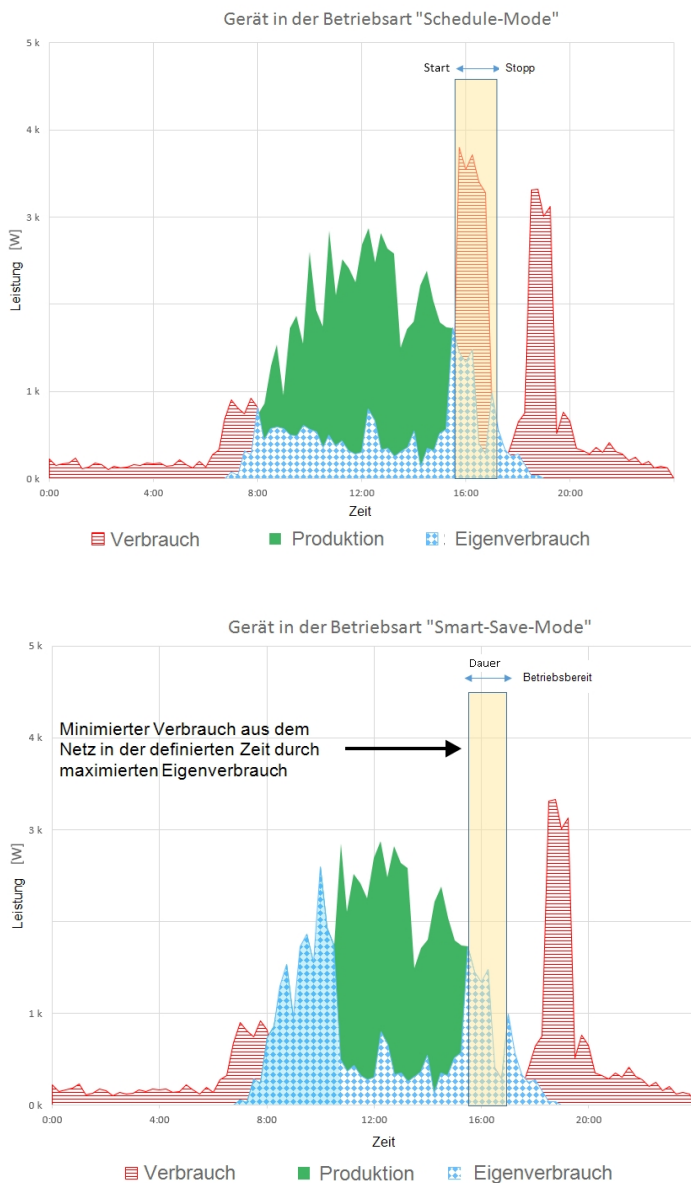

Abbildung 2: Beispiele für den Betrieb des Geräts
Für Beispiele der Betriebsmodi des Geräts siehe *Abbildung 2*.
6. Betätigen Sie die Verbindungs-Taste am Steckdose (siehe *Abbildung 2*).